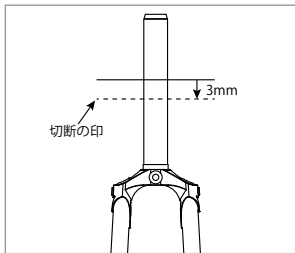

図 5
9. ステップ 8 でつけた印の場所を確認します。そこから測定して 3 mm 下に切削用の新しい印を付けます (図 5)。